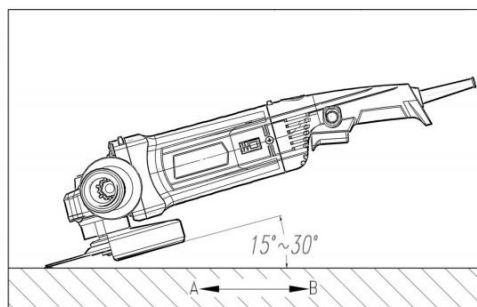

Fig8
Efficace et sûr pour les opérations de meulage et de ponçage (Fig8)
2. En règle générale, veuillez maintenir la partie de meulage et de coupe de la meule et du disque dans une plage de 15 à 30 degrés par rapport à la surface de l'objet à traiter. (Fig. 8)